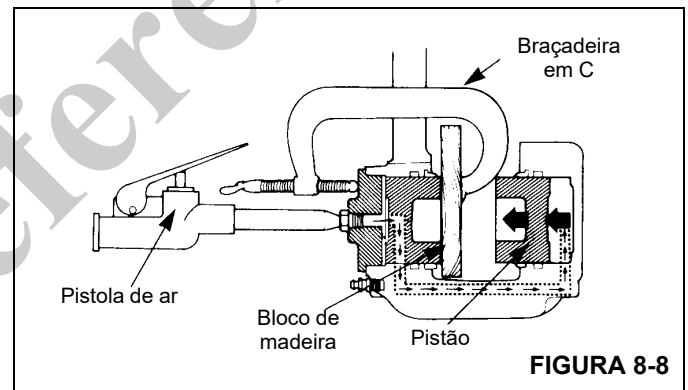

FIGURA 8-8
- b. Aplique ar comprimido à conexão de entrada para forçar os pistões para fora da outra carcaça. Se um pistão sair antes do outro, coloque um pedaço de madeira na frente do pistão que saiu primeiro. Aplique ar comprimido para forçar o outro pistão para fora da carcaça (Figura 8-8).